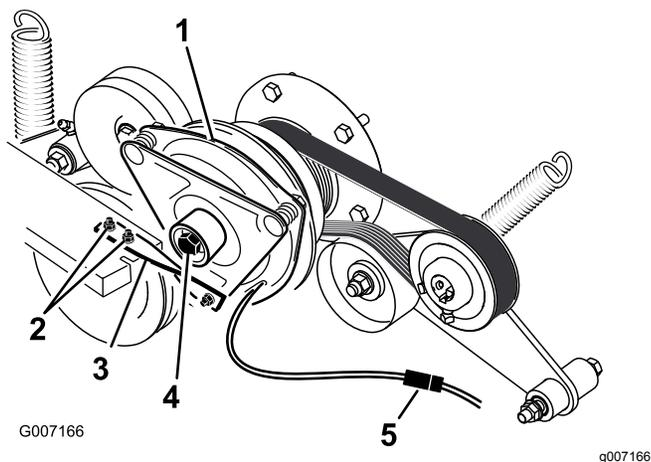

Figure 64
6. Débranchez la connexion électrique de l'embrayage (Figure 64).
7. Déposez les 2 boulons qui fixent la barrette d'embrayage en caoutchouc au cadre du plateau de coupe (Figure 64).
8. Déposez le boulon central de fixation de l'embrayage à l'arbre du moteur, et déposez l'embrayage et la clavette (Figure 64).
15. Tout en maintenant le vilebrequin à l'arrière de la machine, posez le boulon central et serrez-le à 68 N·m (Figure 64).
16. Fixez la barrette d'embrayage en caoutchouc sur le cadre du plateau de coupe au moyen des 2 boulons et écrous retirés précédemment (Figure 64).
18. Branchez la connexion électrique de l'embrayage (Figure 64).